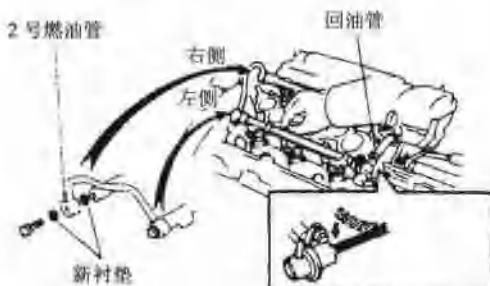

图 1.39 左侧输油管和 2 号燃油管的位置
- 将左侧输油管和 2 号燃油管连同 3 个喷油嘴放在进气歧管上，如图 1.39 所示。